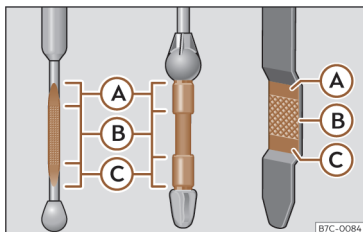

Fig. 215 Vareta de medição do nível de óleo.
Legenda da >>> **Fig. 215:**
- Em seguida, retire-a novamente e verifique o nível do óleo >>> **Fig. 215**. Caso seja necessário, reponha óleo do motor.
- Quando o nível de óleo atingir pelo menos a zona >>> **Fig. 215** Ⓑ, enrosque a tampa do bocal de enchimento com cuidado >>> ⓐ.